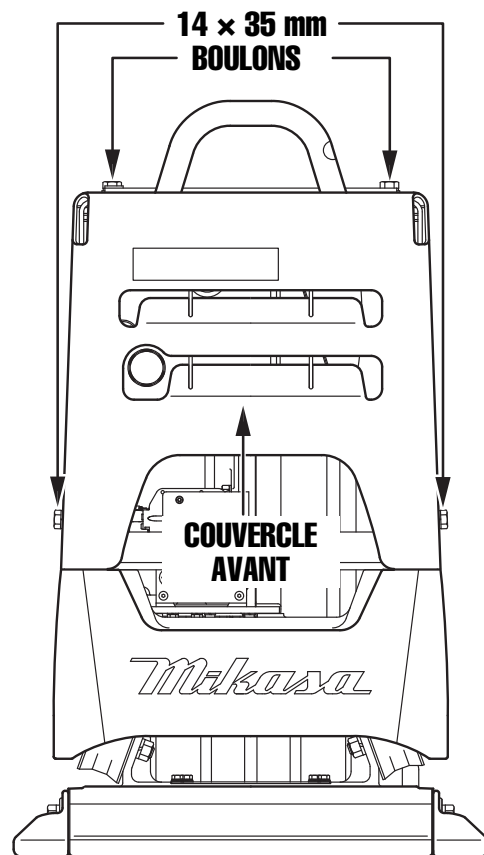

Figure 17. Retrait du couvercle avant (MVH508DZ)
1. Retirer et mettre de côté les quatre boulons de 14 x 35 mm qui fixent le couvercle avant à la plaque vibrante (Figure 17). Retirer le couvercle avant et le mettre de côté.